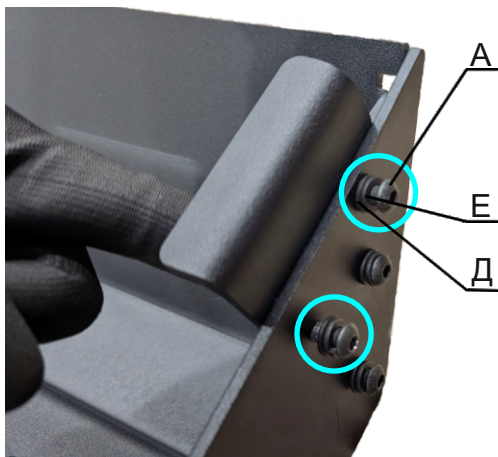
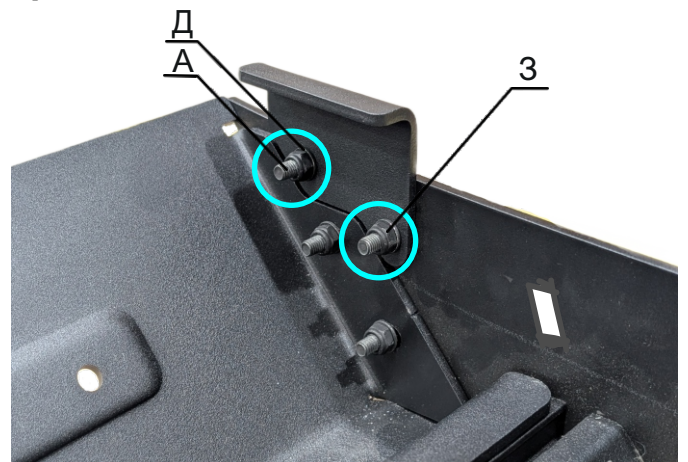

Рис. 18
Рис. 19
14. Прикрепите передние лапки (поз.8,9) на соединенные кронштейны с помощью винтов М6х25 (поз.А), шайб 6 (поз.Д) и шайб 6 гровер. (поз.Е), гаек М6 (поз.3), как показано на рис. 18 и рис.19.